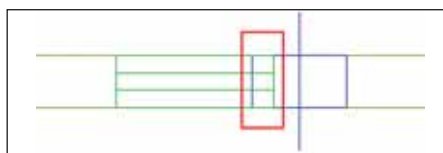

Рис. 33
- наложение контуров объектов, привязанных к одной стене (окон, дверей) (рис. 33);